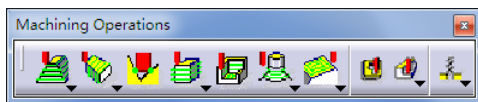

图 2-11 “Machining Operations” (加工操作) 工具栏
(3) “Machining Operations” (加工操作) 工具栏 用于定义相关加工操作，即加工工序，如图 2-11 所示。有关命令按钮含义将在下文应用中具体讲解。